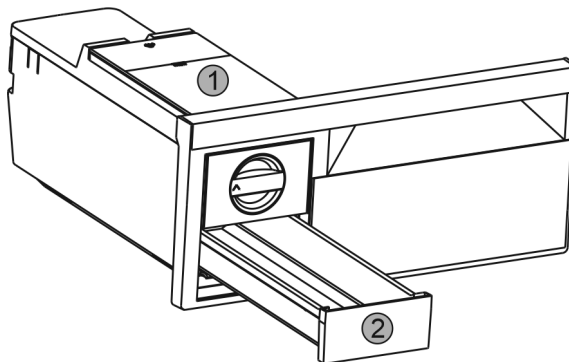

Fig. 36
- Odoberte nádržku na vodu Fig. 36 (1) a zásuvku na kocky ľadu Fig. 36 (2).